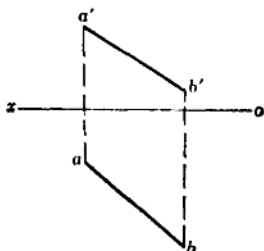

图 18
11. 内弯等边角钢如图18, 已知其外径 $d = 1000\text{mm}$, 角钢规格为 $50 \times 50 \times 5\text{mm}$, 按经验公式计算展开料长为多少毫米? (保留一位小数)
2. 已知直线 AB 的投影如图18所示为 $a'b'$ 和 ab , 用旋转法画出实长线, 并写出作图步骤。